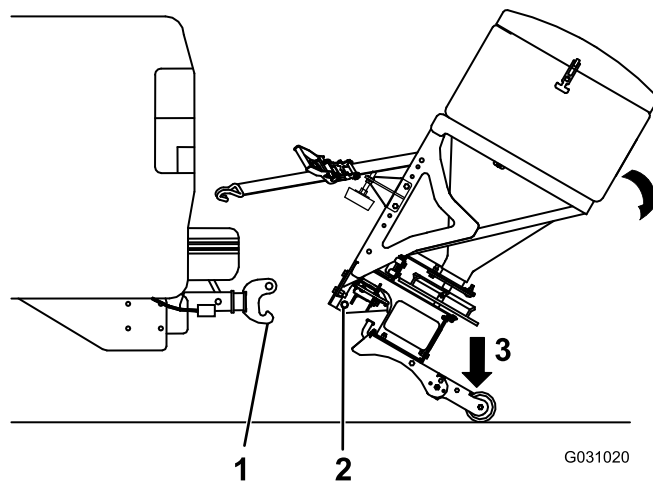

Figura 22
3. Agarre el esparcidor con firmeza y pise sobre el conjunto de la pata para volver a girarlo hasta que el pasador inferior de la pieza de fijación RT3 salga del garfio en el enganche de RT3 (Figura 22).